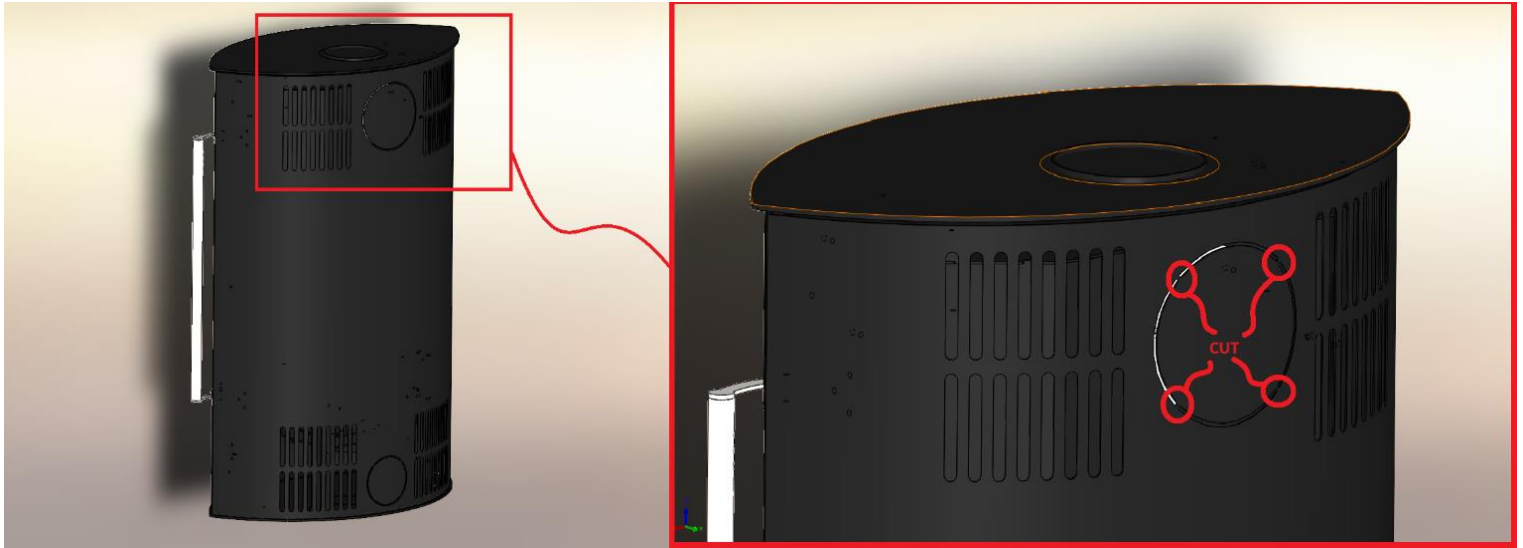

Abbildung 1 Schneiden von Mikroverbindungen auf dem Rücken
2. Abbildung 1 Schneiden der Mikrofugen an der Rückseite des Kaminofens	Seite 5
Bei Montage des Kaminofens ist es erforderlich sich an die lokalen Vorschriften für solche Geräte zu halten. Wir empfehlen eine Beratung mit dem zuständigen Schornsteinfeger. Die Kaminöfen werden auf Transportpaletten angeliefert, vorbereitet für den Kaminanschluss nach oben. Wenn ein Kaminanschluss von hinten erfolgen soll, so muss der Abgasstutzen an den hinteren Anschluss umgestellt werden und der Abgasdeckel auf den oberen Anschluss gestellt werden (Abbildung 1 und 2).